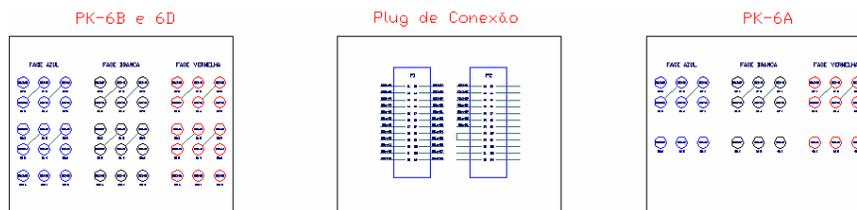

FIGURA 03
2.1.4 – Instalação de um painel local a prova de tempo na lateral do comando tripolar do disjuntor, onde se concentrara todos os pontos de oscilografagem das câmaras principais e uma segunda tomada múltipla blindada de 48 contatos (fêmea), com capacidade de 16 A, e 380 V conforme desenho esquemático da Figura 03.